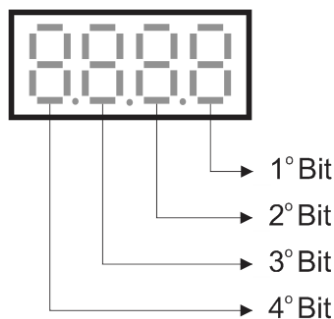
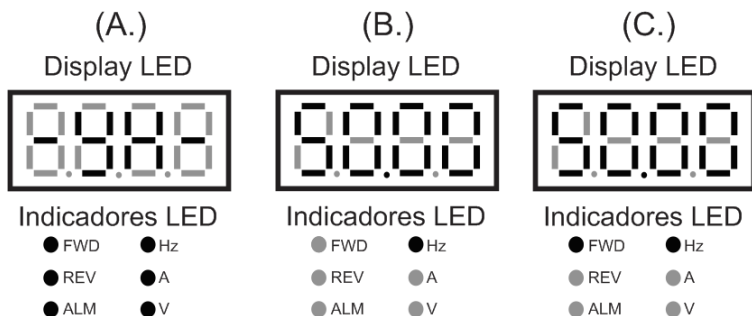

Fig. 4-5 Display LED
Fig. 4-6 Apresentação de parâmetros no display LED
O display LED (Fig. 4-5) apresenta os parâmetros do inversor em modo de espera e operação (Ver função P3.43), parâmetros das funções em modo de programação (Ver capítulo 6) e código de falhas no modo de alarme (Ver grupo P6). A Fig. 4-6 (A) mostra a inicialização do inversor após a sua energização.
Quando o inversor estiver em modo de espera, o display irá apresentar os parâmetros de acordo com a função P3.44 (geralmente o parâmetro b-01 - frequência atual ajustada), conforme mostra a Fig. 4-6 (B).
O inversor entra em operação após receber um comando válido de partida e assim o display passará a apresentar os parâmetros de acordo com a função P3.43 (geralmente o parâmetro b-00 – frequência de saída atual), conforme mostra a Fig. 4-6 (C).